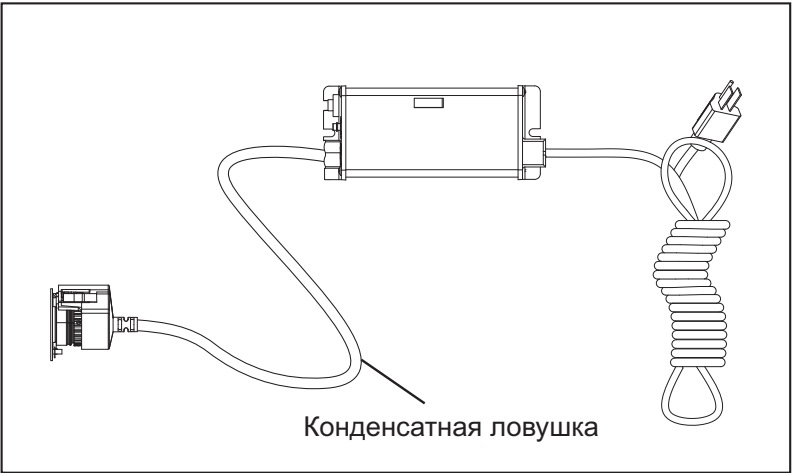

Рисунок 6 Конденсатная ловушка
- Контроллер следует установить над УФ-камерой или рядом с ней. Всегда устанавливайте контроллер в горизонтальном положении для предотвращения стекания влаги по шнурам, что может привести к угрозе возгорания. Настоятельно рекомендуется установить конденсатные ловушки на все шнуры, присоединенные к контроллеру. См. Рисунок 6.
- 4. Установите контроллер VIQUA ICE в горизонтальном положении на стену рядом с камерой. В идеальном случае контроллер располагают над камерой и в стороне от подключения к водопроводу во избежание потенциального попадания воды на контроллер за счет протечки по месту подключения или образования конденсата в системе. Убедитесь, что вы сделали на УФ-лампе, датчике УФ-излучения и шнуре питания запас для конденсатной ловушки, как показано на Рисунок 6, чтобы избежать попадания воды в контроллер.